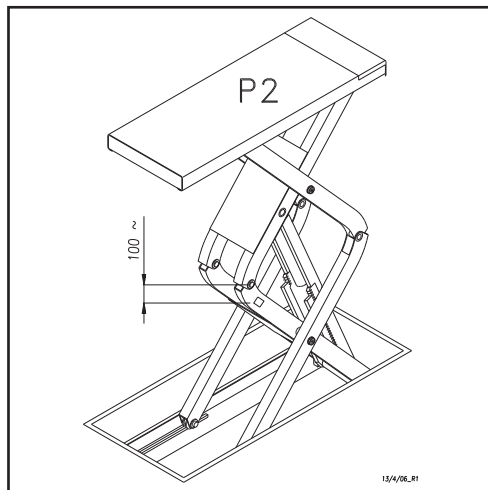

Fig.24 - Abb.24
3. Drücken Sie den Druckschalter Anheben „1“ (Abb.24) und den Druckschalter „4“ (Abb.26) solange bis die Aufnahmeplattform P1 stoppt.
- Posizionare il rifrangente sul braccio inferiore interno della pedana P2 come in fig.24 perfettamente allineato con la fotocellula.
- Place the reflector on the inner side of the down arm of platforms P2 as shown in fig.24, perfectly aligned with the photocell
- Mettre le réflecteur en position sur le bras supérieur interne de la plate-forme P2 comme indiqué en fig.24 parfaitement en axe avec la cellule photo-électrique.
- Befestigen Sie den Reflektor für die Fozelle an die vorgesehene Stelle. (Abb.24) Einwandfrei mit der Fozelle gefluchtet